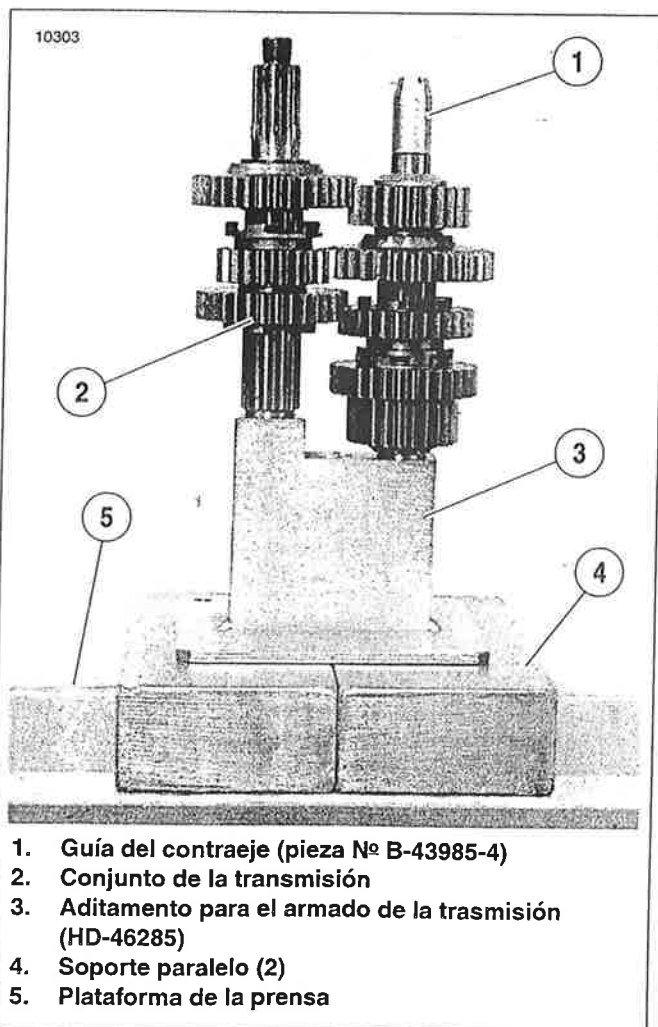

Figura 6-58. Conjunto de la transmisión en el dispositivo
1. Vea la Figura 6-58. Coloque el conjunto de la transmisión (2) en el DISPOSITIVO DEL CONJUNTO DE LA TRANSMISIÓN (HD-46285) (3) en la plataforma de la prensa (5). Si es necesario, use soportes paralelos (4).
2. Enrosque la GUÍA DE CONTRAEJE (pieza Nº B-43985-4) (1) en el extremo del contraeje.